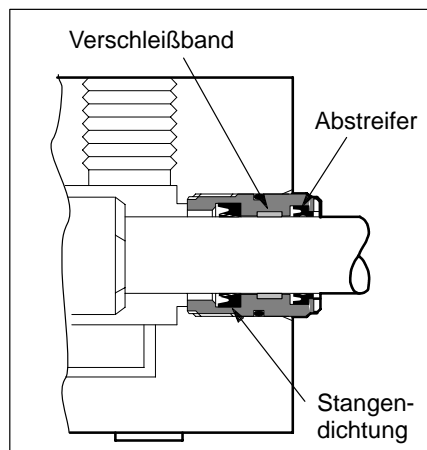

Abbildung 2.
6. Die neue Stangendichtung, das Verschleißband und den Abstreifer leicht einölen und wie in Abbildung 2 dargestellt in das Stangenlager einbauen. Die äußere Dichtungskante vorsichtig in jede Dichtungsnut einführen. Äußerst vorsichtig vorgehen, damit die Dichtung bzw. der Abstreifer nicht beschädigt werden.